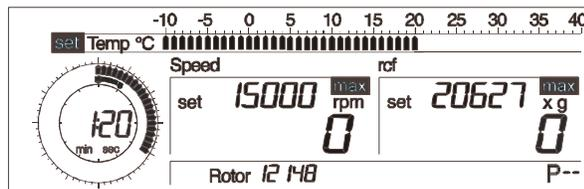

Abb. 5.16: Temperaturvorbereitung
- Drehen Sie den linken Drehknopf, bis im Anzeigenfeld "set" vor dem Parameter "Temp" erscheint (Abb. 5.16).